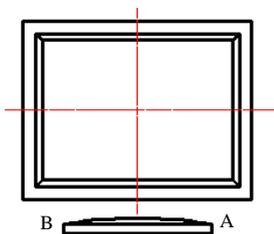

图 17.5.14 绘制圆弧
(1) 在“图层”工具栏中选择“轮廓线层”图层。
(2) 选择下拉菜单 **绘图(D)** → **圆弧(A)** → **起点、端点、半径(R)** 命令，分别选取图 17.5.14 所示的起点 A 和端点 B；在命令行中输入圆弧的半径值为 1000 并按 Enter 键，完成后如图 17.5.14 所示。